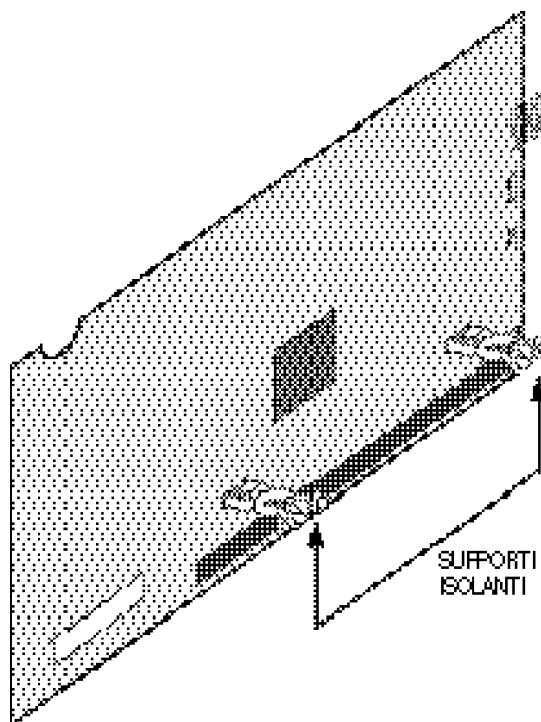

Figura 2. Installazione dei supporti isolanti nella centrale di allarme
2. Inserire i supporti isolanti (inclusi nella centrale di allarme) nelle posizioni indicate in Figura 2.